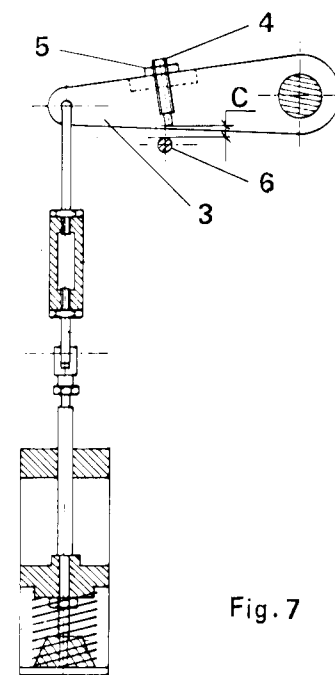

Fig. 7
- 8) Svitare quindi la vite di fermo 4 di 1 o 2 millimetri (quota C di fig. 7) e bloccarla con il dado 5.